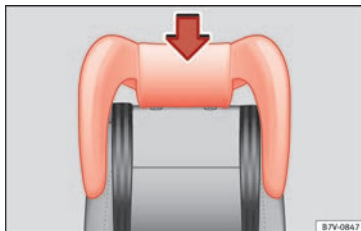

Bild 94 Integrerade bilbarnstolar: montera nackstödet
- Justera bilbarnstolens nackstöd mot motsvarande ryggstöd till sitter korrekt » **bild 94**.